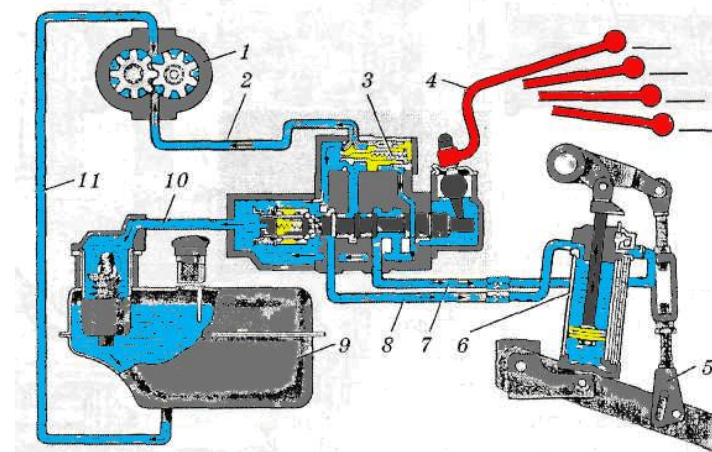

Рис. 8
6. На рис. 8 позначте положення важеля 4 розподільника. Опишіть, як працює гідросистема при різних положеннях важеля, називаючи позначені на рис. 8 вузли і деталі.